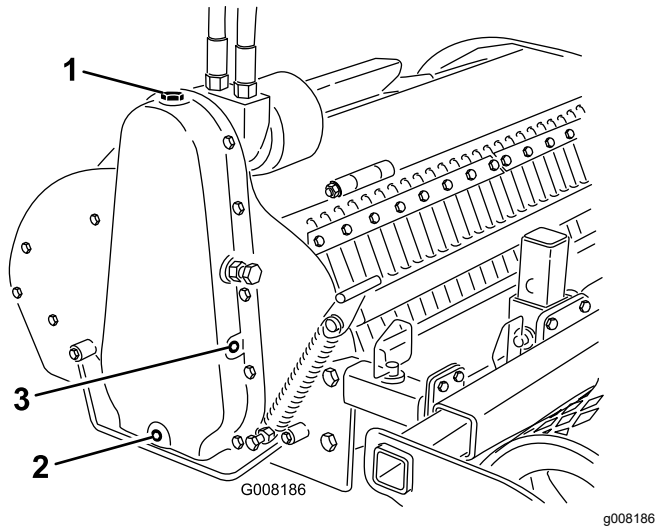

Figura 11
4. Abra el tapón de llenado de aceite, situado encima de la carcasa de la cadena de transmisión (Figura 11).
6. Retire el tapón de vaciado (Figura 11).
8. Retire el tapón lateral (Figura 11).